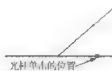

图 5-132
**步骤 1:** 在命令行窗口中输入“Dimangular”命令,按 Enter 键(或执行  → 角度(A) 命令),出现提示,提示用户选择圆弧、圆、直线或<指定点>。
**步骤 2:** 将光标移到第一条直线上(图 5-132),单击鼠标左键,出现下一条提示,提示用户选择第二条直线。